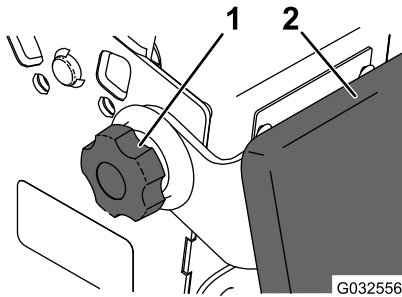

Figura 28
2. Allentate le manopole girevoli su ciascun lato della macchina (Figura 28).